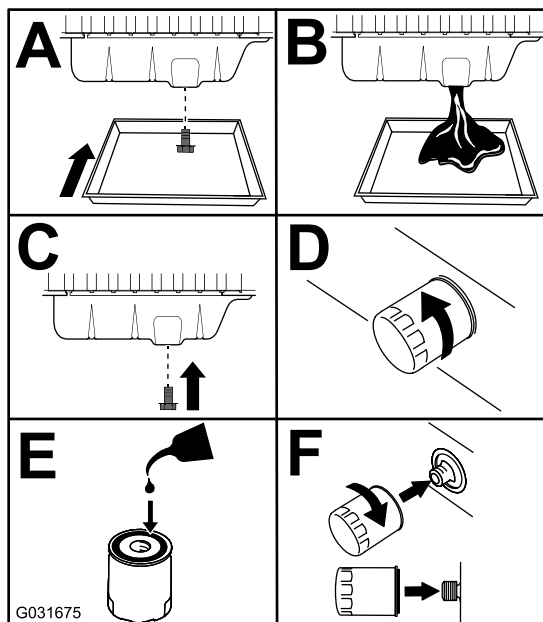

Figura 43
3. Sostituite l'olio motore e il filtro (**Figura 43**).